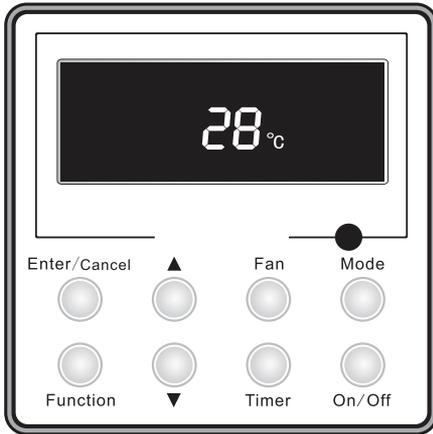

Fig. 4 Starea OFF a unității
- ① . Starea prezentată în Fig. 4 indică starea OFF (oprit) a unității după alimentare